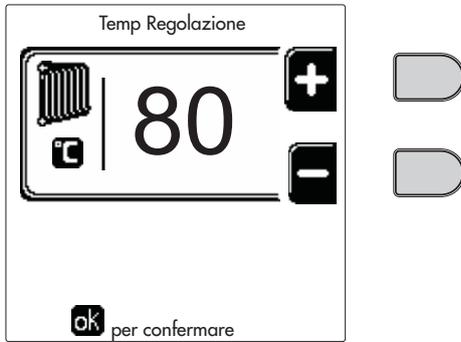
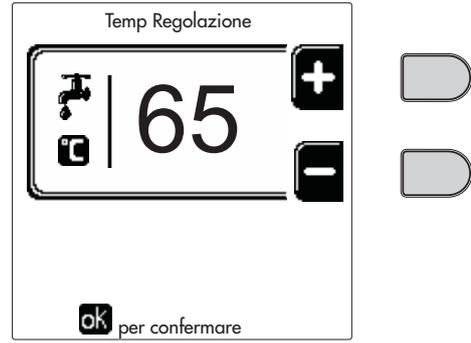

fig. 12
fig. 14
- **ON**. In caso di richiesta Riscaldamento/Sanitario, la caldaia lavora alla Temperatura di Regolazione Riscaldamento/Sanitario (fig. 12/fig. 14) impostata.
- **IT**. In caso di richiesta Riscaldamento/Sanitario, la caldaia lavora alla Temperatura di Regolazione Ridotta. La temperatura Ridotta si ottiene sottraendo il valore della Temperatura Regolazione Riduzione (fig. 13/fig. 15) alla Temperatura di Regolazione Riscaldamento/Sanitario (fig. 12/fig. 14) impostata.